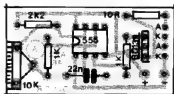

Fig. 5
- FIG. 5 - CHAPEADO DA PLACA "A" - A plaquinha "A" (transmissor portátil) tem seu lado não cobreado, com os componentes já posicionados, mostrado na figura... Atenção à posição da extremidade marcada do 555 ("apontando") para a borda onde se encontra o trim-pot) e à colocação do BD139, com sua face metalizada voltada para o resistor de 1K junto à peça... Atenção também quanto aos valores dos resistores, em função das posições que ocupam... No TABELÃO APE (início da Revista), dados "visuais" importantes são constantemente dados, a respeito de códigos de leitura de valores, identificação de polaridades e terminais de componentes, etc... Em dúvida, consultem o dito cujo TABELÃO.